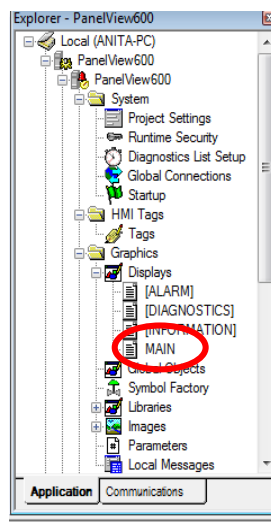

Figura 18: Selección del Display “MAIN”
1. Para la creación del display debemos regresar a la pestaña “Application” de la ventana “Explorer”, posteriormente dar clic en “Displays” en la cual nos aparecerá una lista de opciones y entre ellas dar doble clic en “MAIN” donde surgirá una ventana como podemos notar en la Figura 18.